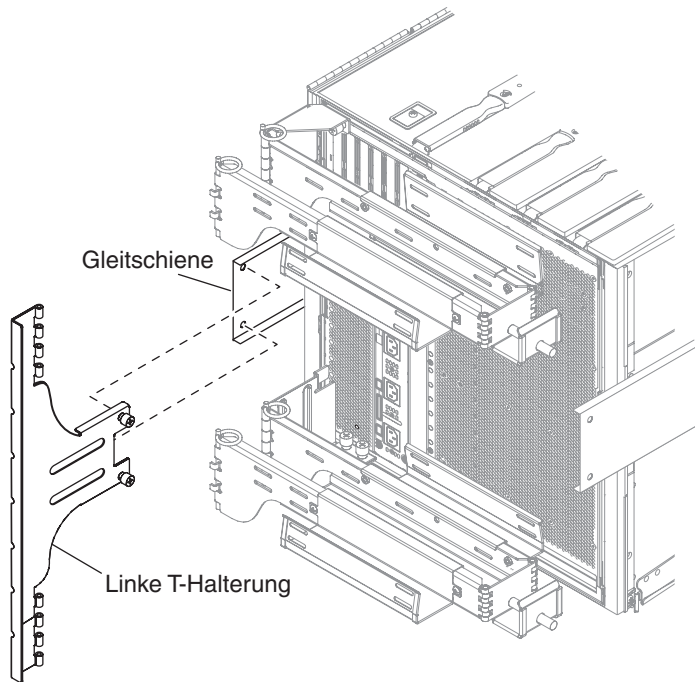

ABBILDUNG 1-21 Befestigen der linken T-Halterung
7. Befestigen Sie die linke T-Halterung mit den beiden unverlierbaren Schrauben an der linken Gleitschiene (ABBILDUNG 1-21).